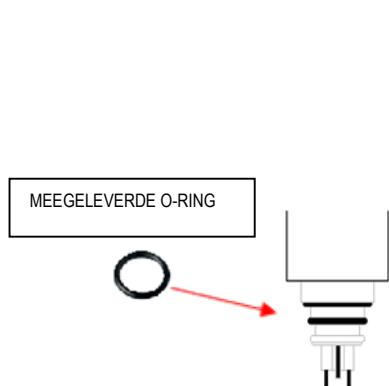

Fig. 4
- Breng de meegeleverde O-ring vanaf de onderkant aan, onder de aansluitmoer van het verwarmingselement (fig. 4).